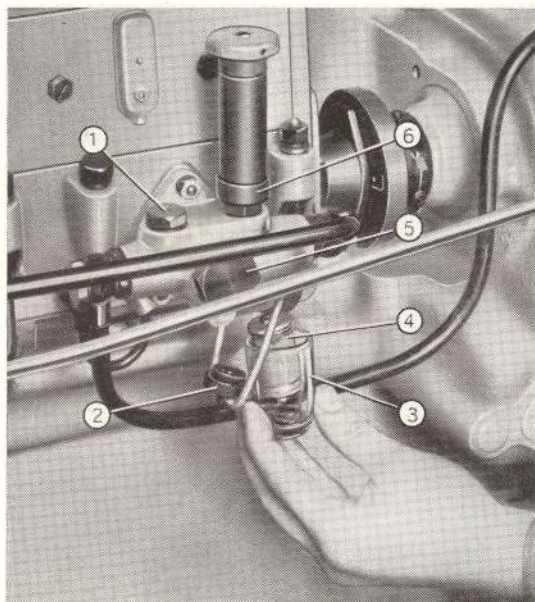

Fig. 54. - Dépose du filtre de la pompe à gasoil.
**Toutes les 80 heures de travail:** et de toute façon lorsque l'on remarque des sédiments dans le bol du filtre, situé au-dessous de la pompe, fermer le robinet du réservoir à gasoil, desserrer le bouton de l'étrier de retenue du bol (2, fig. 54), extraire l'élément filtrant intérieur et le laver, de même que le bol, dans de l'essence.